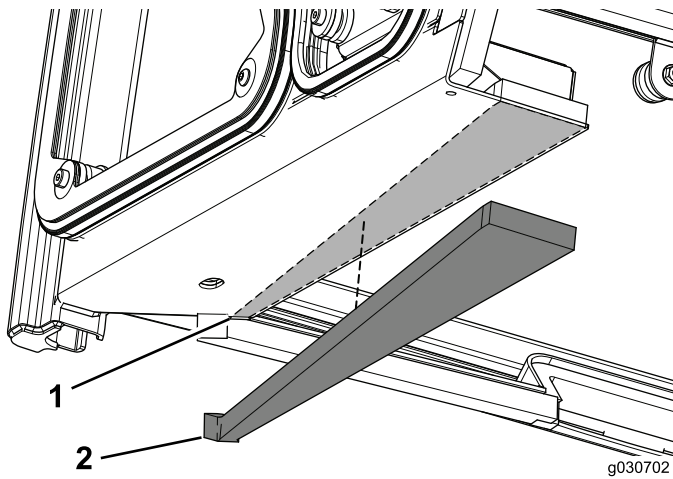

Bild 12
1. Bringen Sie die linke Schaumdichtung vorne ungefähr 3 mm von der vorderen Kante links an der Kabine an (Bild 12).